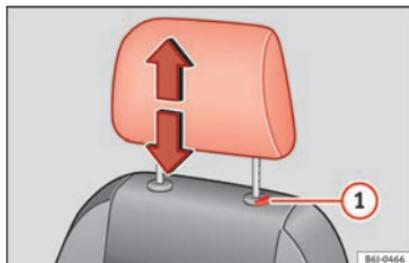

Fig. 143 Poggiatesta anteriore: regolazione o smontaggio.
- Premere la sicura **1** » **fig. 143** ed estrarre il poggiatesta.